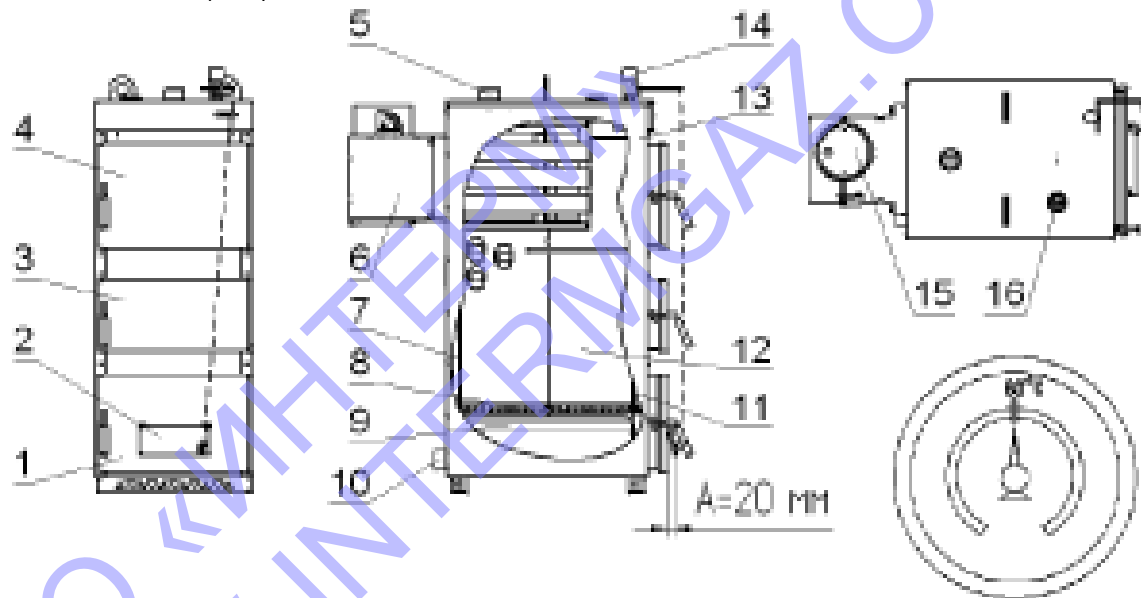

Рис. 1 Схема котла КС-Т-30р
9.1.1 Открыть шибер первичного воздуха 5 (рис. 1). Проверить наличие тяги в дымоходе поднесением полоски тонкой бумаги к щели между шибером первичного воздуха 5 и шуровочной дверцей 4 (при наличии тяги полоска притягивается к щели).